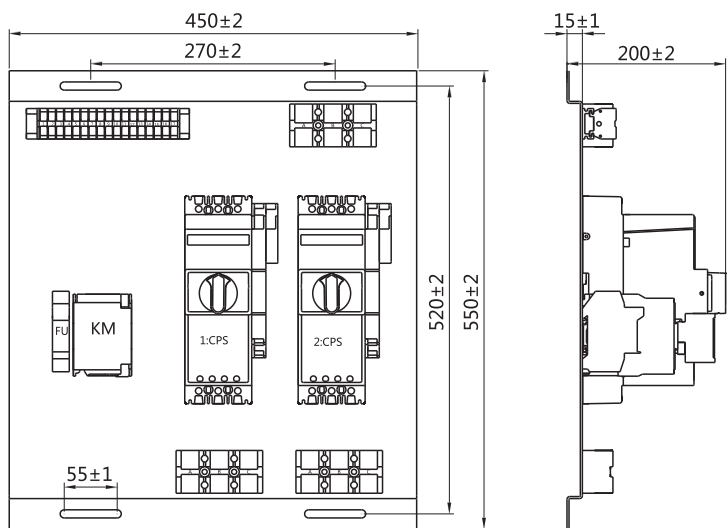

图2 D框架CPSD系列双速控制器成套单元外形及安装尺寸
5.2 D框架CPSD系列双速控制器成套单元外形及安装尺寸见图2